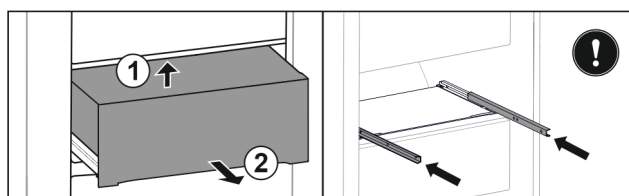

Fig. 124
- ▶ Levante el cajón por la parte trasera inferior. Fig. 124 (1)
- ▶ Extraiga el cajón hacia delante. Fig. 124 (2)